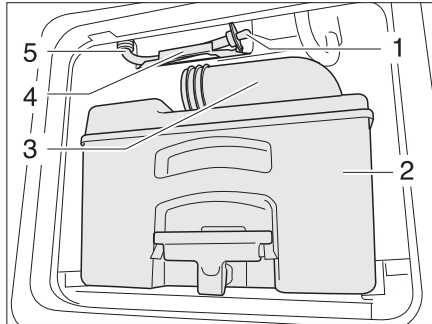

Bild 273 Ablaufschlauch Wassertank Toilette
- Kassette (Bild 273,2) an einer dafür zugelassenen Entsorgungsstelle entleeren und reinigen.
- Den Entleerungsstutzen (Bild 273,3) offen lassen.
- Ablaufschlauch (Bild 273,5) aus der Halterung (Bild 273,4) nehmen.
- Den Ablaufstöpsel (Bild 273,1) entfernen und Restwasser ausfließen lassen.